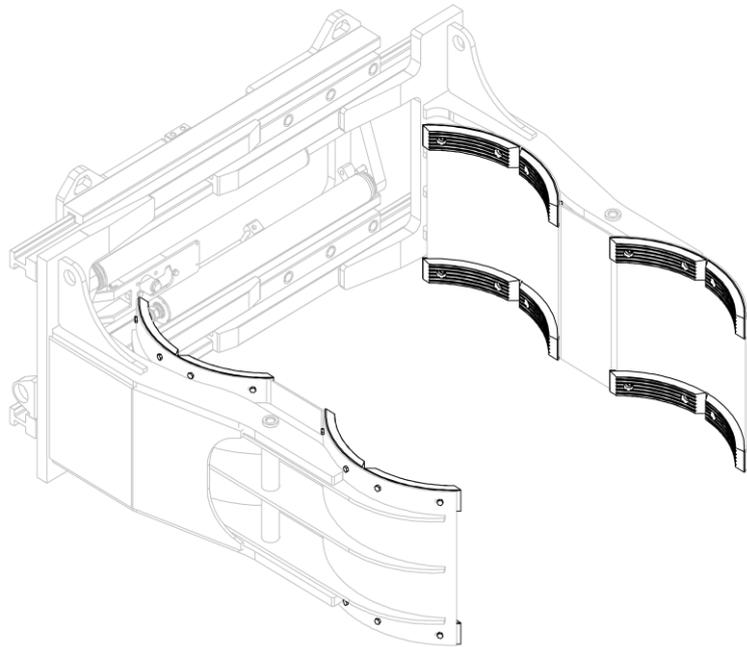
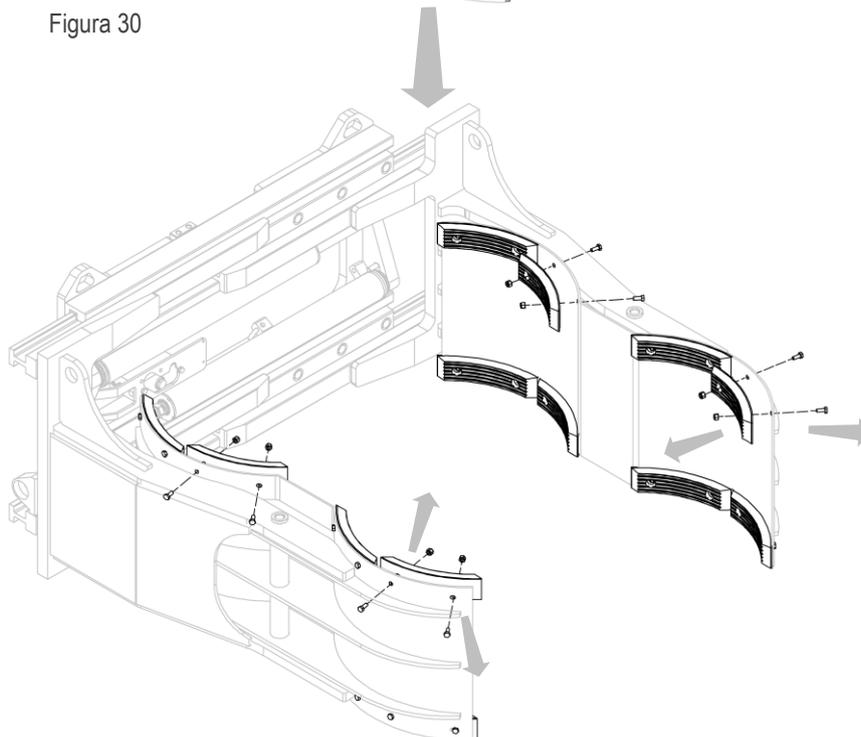

Figura 30
Figura 31
3. Rimuovere le piastre gommate dopo aver rimosso le relative viti e dadi (vedi *Figura 30* e *Figura 31*).